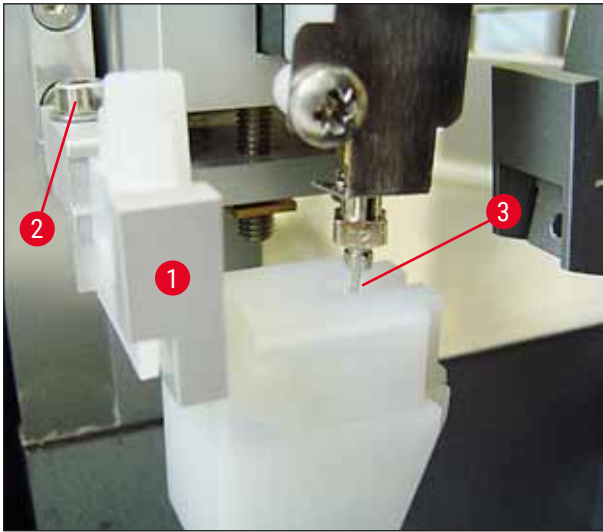

Abb. 23
2. Dazu die Schraube (→ Abb. 23-2) mit dem Inbusschlüssel SW3 (→ Abb. 22-5) lösen und den Dispensernadel-Reiniger durch seitliches Verschieben der Halterung (→ Abb. 23-1) so ausrichten, dass sich die Dispensernadel (→ Abb. 23-3) korrekt in die Mitte der Reinigungsöffnung (→ Abb. 23) bewegt.